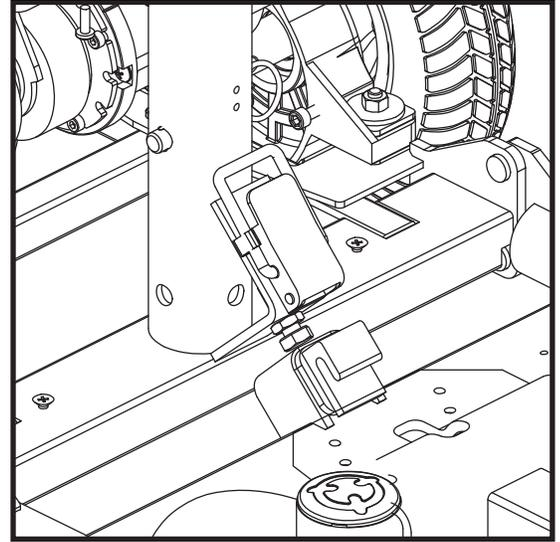

Figura 8. Leva aperta
7. Ruotare il fermaglio della chiusura a leva sopra la chiusura stessa fino a quando scatta nell'apposito alloggiamento. **Vedere figura 8.**